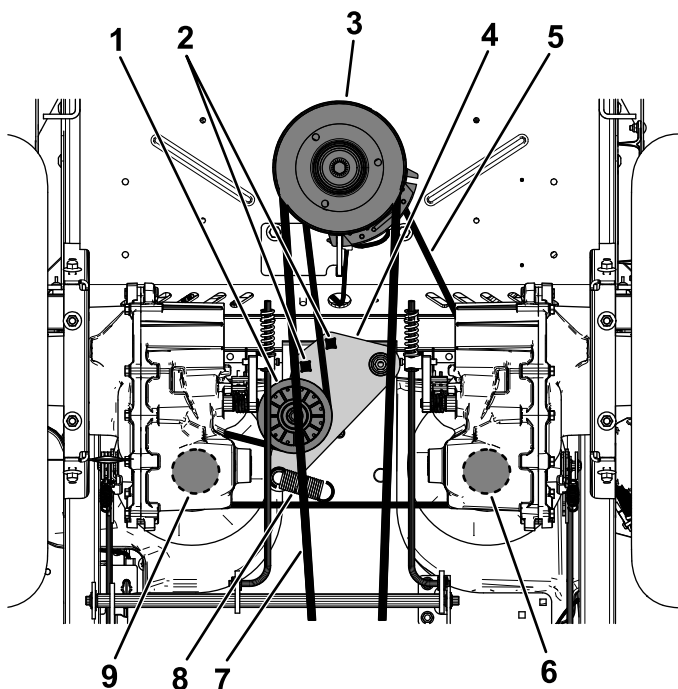

Bild 63
5. Verwenden Sie eine $\frac{1}{2}$ "-Ratschen oder -Breachstange in einem der quadratischen Löcher im Spannrollenarm, um die Spannung der Spannrollenfeder (Bild 63) zu lösen.
6. Ziehen Sie den vorhandenen Riemen von der Umlenkrolle, den beiden Riemenscheiben für den Hydraulikpumpenantrieb und der Motorriemenscheibe (Bild 63).
7. Ziehen Sie den neuen Riemen um die Motorriemenscheibe und um die beiden Riemenscheiben der Hydraulikpumpe (Bild 63).